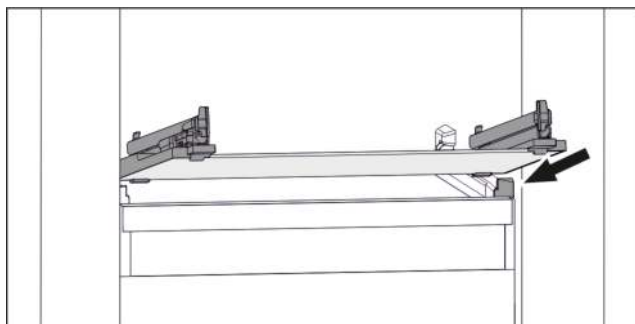

Fig. 74 Beispielhafte Darstellung der Glasplatte
- ▶ Glasplatte schräg hinter den Stoppern aufsetzen. (siehe Fig. 74)